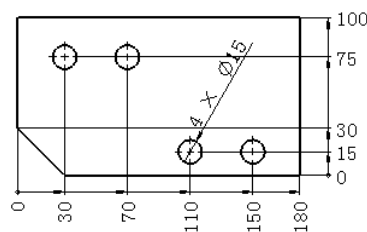

图 9.5.5 以尺寸链的方式标注尺寸
- ☒ **尺寸链** 选项：以尺寸链的方式标注尺寸，如图 9.5.5 所示。